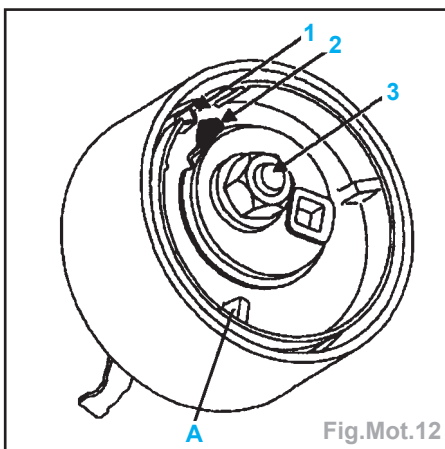
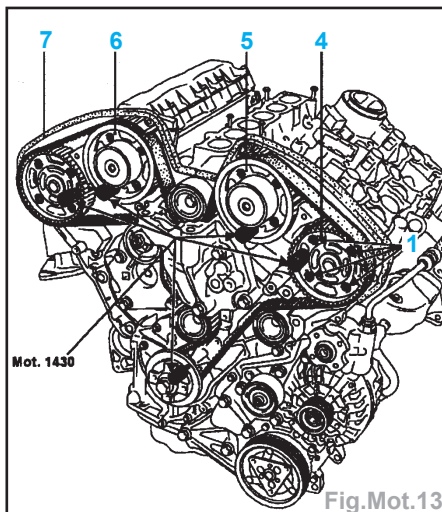

Fig.Mot.12
Fig.Mot.13
Nota : lors de la rotation du galet tendeur, ne jamais dépasser la butée «A» du tendeur (Fig.Mot.12).
- Serrer les vis des pignons d'arbres à cames au couple de 1 daN.m en commençant par l'arbre à cames (4).
- Desserrer l'écrou du galet tendeur de ¼ de tour et aligner les repères (1 et 2), puis serrer l'écrou (3) à 2,5 daN.m (Fig.Mot.12).
- Vérifier que les repères (1 et 2) du galet tendeur soient alignées, sinon refaire la tension. Pour cela, desserrer l'écrou du galet tendeur de ¼ de tour et aligner les repères(1 et 2), puis serrer l'écrou (3) au couple.
- les arbres à cames (4), (5), (6), et (7) (Fig. Mot.13).
Important : • Si la pige **Mot.1430** rentre dans son logement, desserrer de 45° les vis (1) du pignon d'ACT (Fig.Mot.13).
- Si la pige **Mot.1430** ne rentre pas dans son logement, l'opération de pigeage des ACT est facilitée après avoir desserré de 45° les vis (1) et tourner les moyeux d'arbres à cames à l'aide du **Mot.1428** ou **Mot.1555**.
- Serrer les vis (1) au couple de 1 daN.m en commençant par le pignon (4), puis (5), (6) et (7).
- Mettre en place la pige **Mot.1430** de calage du vilebrequin (Fig.Mot.13).